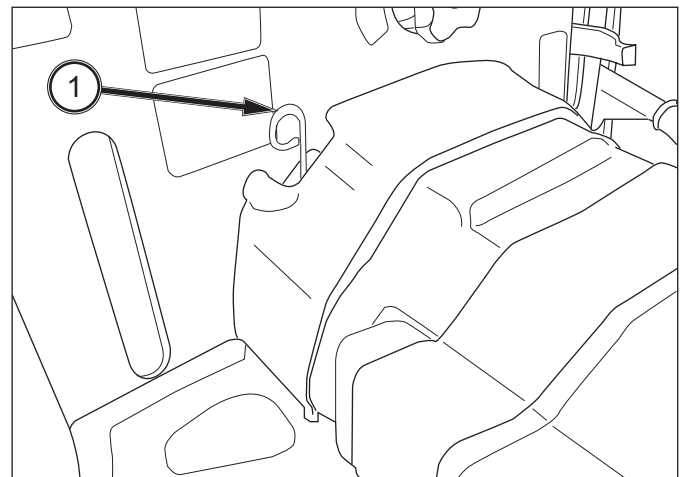

ABB. 129
ABB. 129 UND 130: Zum Prüfen des Getriebeölstands den Traktor auf ebenem Untergrund abstellen und den Messstab (1) herausnehmen. Das Öl sollte zwischen der oberen Markierung A und dem Ende des Messstabs B stehen.